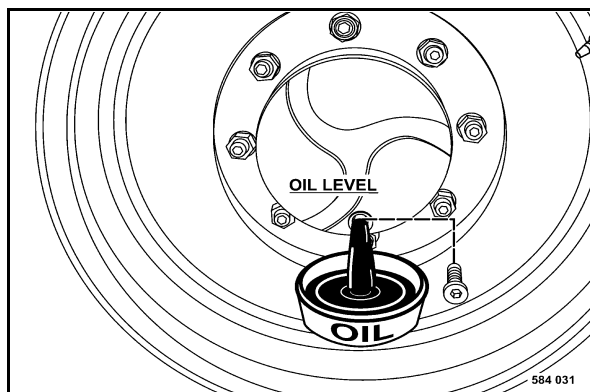

Fig. 175
- Déplacer la roue motrice de sorte que le bouchon d'obturation (Fig. 175) se trouve au point le plus bas.